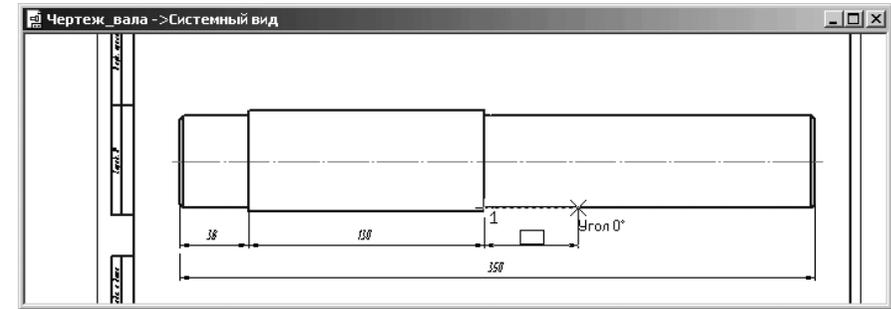

Рис. 4.103. Представление размеров общей длины вала и его ступеней
- щелкните мышью в правой нижней крайней точке первой ступени вала – точке выхода второй выносной линии первой ступени вала. В строке сообщения появится предыдущая подсказка и так далее. В результате этих действий размеры общей длины вала и его ступеней могут выглядеть так, как они представлены на рис. 4.103.